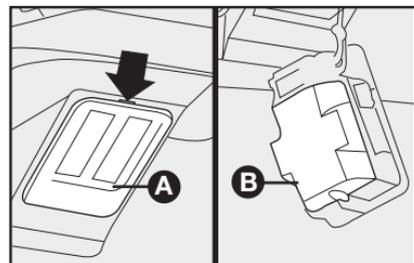

fig. 73
- 1) remover a lente transparente **A-fig. 73** forçando com uma chave de fenda no ponto indicado pela seta.